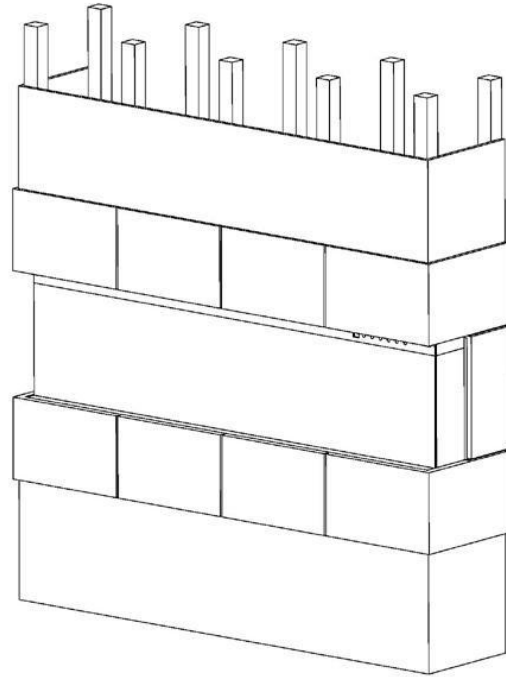

Fig.3-5
8. Versier het multiplex of de gipsplaat met geglazuurde tegels, behang, enz. **Afb.3-5**